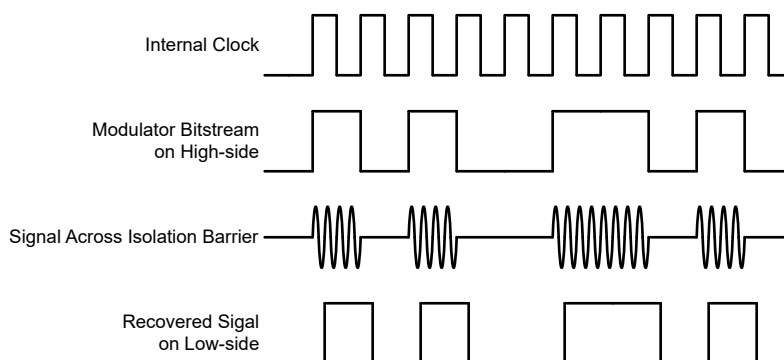

图 7-1. 基于 OOK 的调制方案
AMC0x11D 使用开关键控 (OOK) 调制方案 (如 图 7-1 所示)，跨过基于 SiO_2 的隔离栅来传输调制器输出比特流。功能方框图 中所示的发送驱动器 (TX) 跨过隔离栅发送一个内部生成的高频载波来表示数字一，而 TX 不发送信号则表示数字零。AMC0x11D 内使用的载波标称频率为 480MHz。